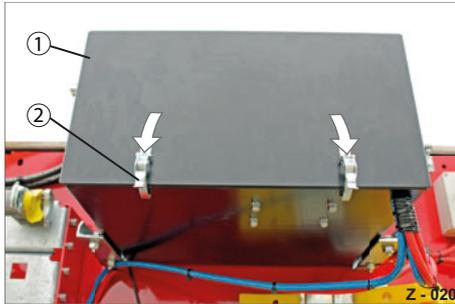

Abb. 3 Abdeckung entriegeln
- ▶ Ziehen Sie die Verschlüsse (Abb. 3/2) auf.